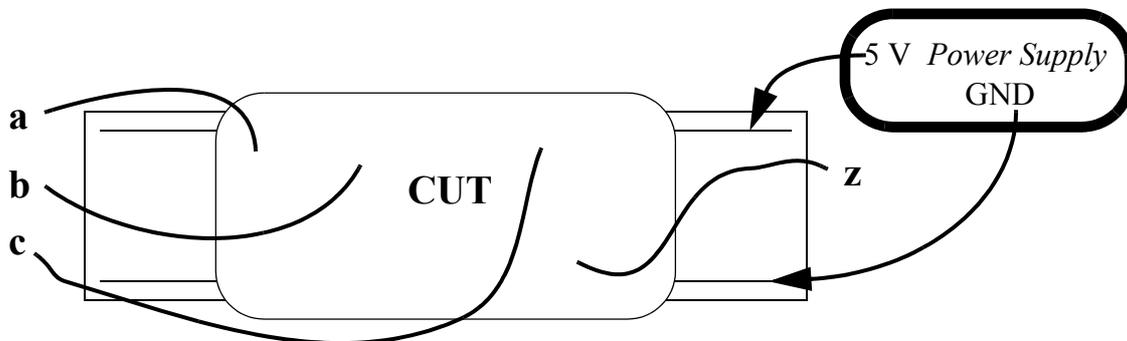

Figura 26: Conexión en regleta con alimentación y terminales accesibles de entrada y de salida
- b) Implementación en el laboratorio. Monte en la regleta el circuito bajo test (CUT: *Circuit Under Test*) usando **único rail**, esto es, para cada entrada sólo hay un cable para introducir la excitación o señal de entrada. También deje un cable para observar la señal de salida (ver Figura 26:). **No olvide alimentar el circuito:** 5 V en Vcc y GND de circuito y de fuente de alimentación conectados.